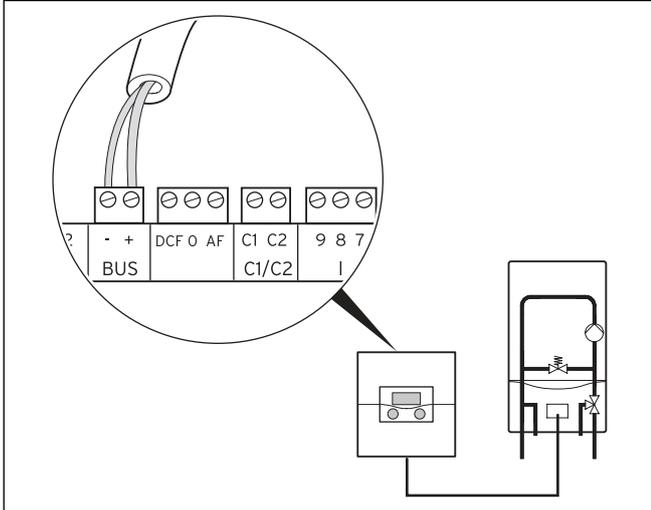

Рис. 5.2 Подключение отопительного аппарата
- ▶ Выполните соединительную проводку отопительного аппарата согласно рис. 5.2.